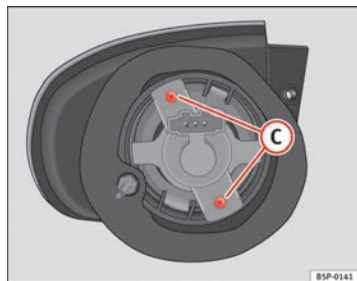

Abb. 193 Blinklicht
- Drehen Sie die Schrauben ⇒ Seite 288, Abb. 193 **C** aus dem Lampenträger heraus und ziehen Sie diesen heraus.
- Drehen Sie die Schrauben ⇒ Abb. 193 **C** des Lampenträgers heraus und ziehen Sie diesen heraus.